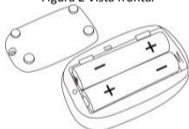

Figura 3 Colocación de baterías
- A. Ver figura 3 e insertar las dos pilas alcalinas tipo AAA en el sentido correcto siguiendo las indicaciones de la polaridad “+” “-”.